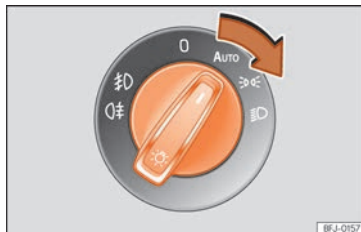

Abb. 104 Instrumententafel: Lichtschalter.
- Lichtschalter in die gewünschte Position drehen »» **Abb. 104.**